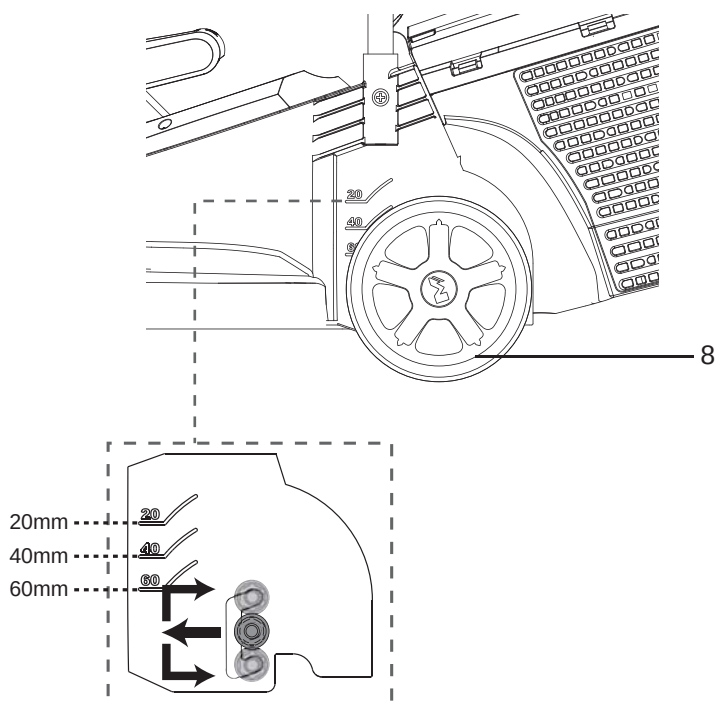

Fig.11
- > Choisissez une rainure et insérez l'essieu (8) à l'intérieur (Fig. 11).